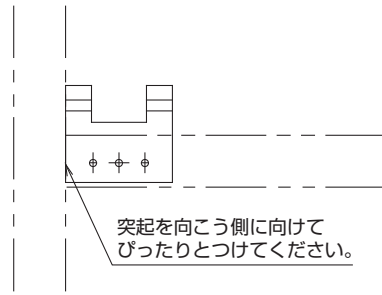
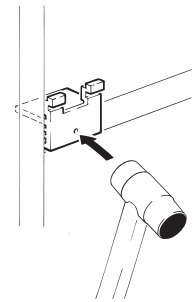

図 3-3-3
図 3-3-4
- (1) 治具⑪を図 3-3-3 および図 3-3-4 のように天板の前面 (以下、「前面」といいます。)、縁をキャビネット側板 (以下、「側板」といいます。) の内側にぴったりつけ、治具⑪の"EKU"の文字のある部分をハンマー等軽く叩いて前面に印をつけ、径2 mm の下穴を開けてください。
治具⑪を使って下穴を開けるときは、図 3-3-3 のように行なってください。